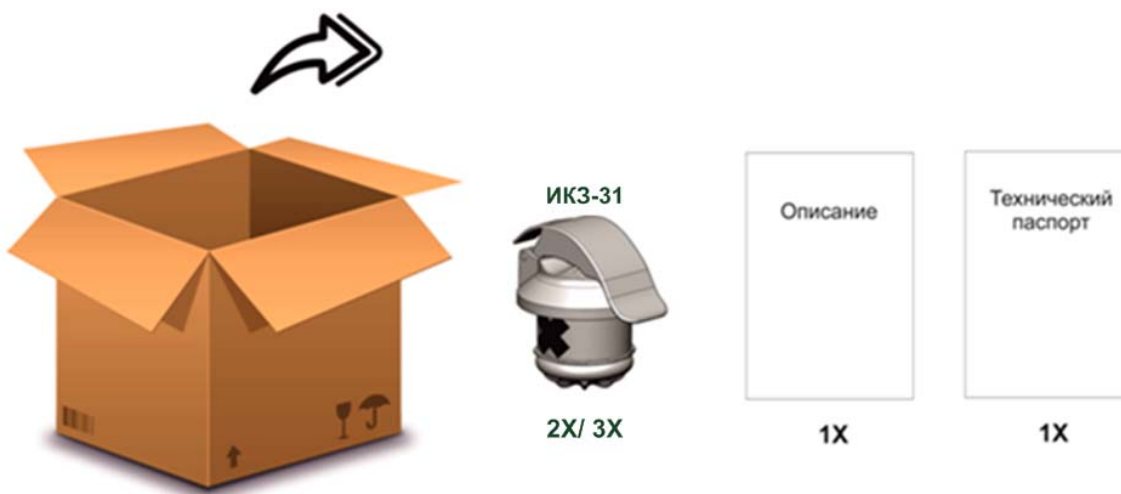

Рисунок 9 – Состав поставки комплектов индикаторов ИКЗ-В31В2/ ИКЗ-В31В3
1.8.2 Виды комплектности приведены в таблице и на рисунке (Таблица 4, Рисунок 9).